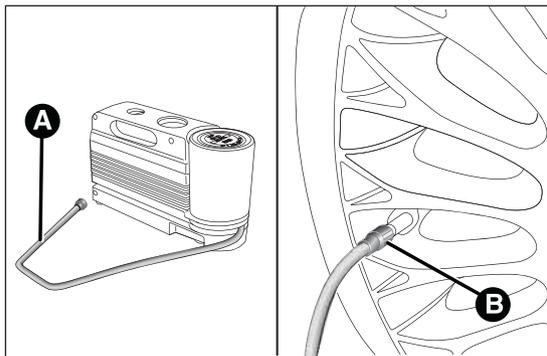

fig. 124
- Azionare il freno a mano.** Svitare il cappuccio dalla valvola del pneumatico, estrarre il tubo flessibile di riempimento A fig. 124 ed avvitare la ghiera B sulla valvola del pneumatico;